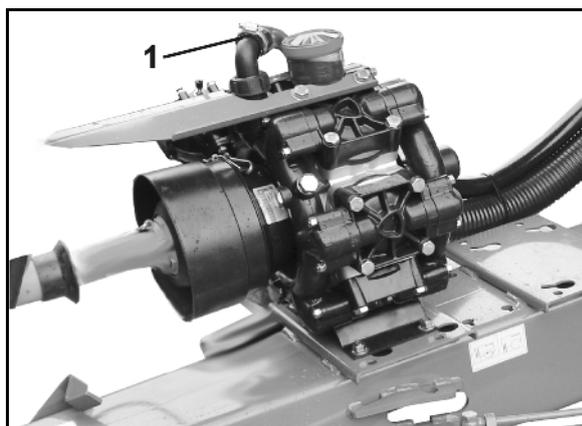

Fig. 200
2. Den Durchflussmesser-Anschluss (Fig. 200/2) mit einem Teilbreiten-Ventil verbinden und an das Prüfgerät anschließen.
3. Die Anschlüsse der restlichen Teilbreiten-Ventile mit Blindkappen (Fig. 200/1) verschließen.